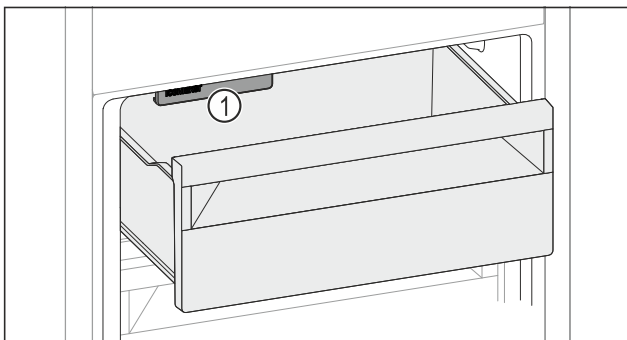

Fig. 158
- Tenez compte de l'IceMaker *Fig. 158 (1)*.